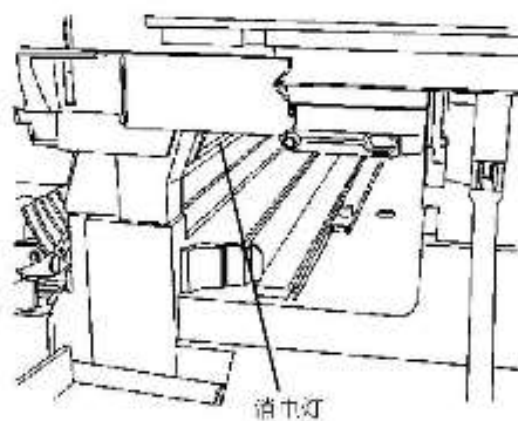

图8 消电灯
- 手动启动前门联锁开关并观察来自消电灯的红光,该灯位于鼓架的顶上(图8)。